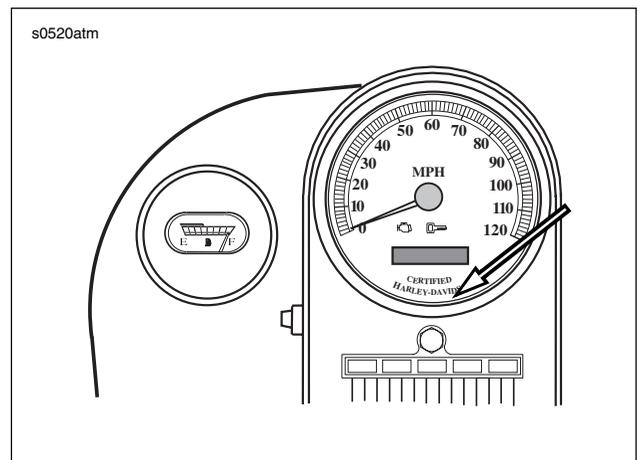

Abbildung 3-5. Sicherheitsstatusleuchte
- **Sicherheitsstatusleuchte:** Siehe Abbildung 3-5. Eine Leuchte auf der Tachometeroberfläche informiert den Fahrer darüber, ob das System scharf geschaltet oder entschärft ist.